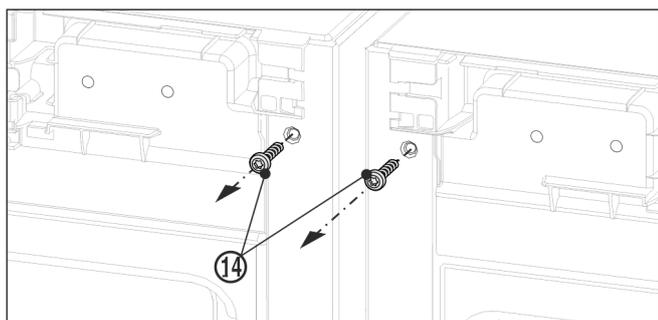

Fig. 12
- ▶ 安装上方角前, 先旋出两个地脚螺栓 Fig. 12 [14]。